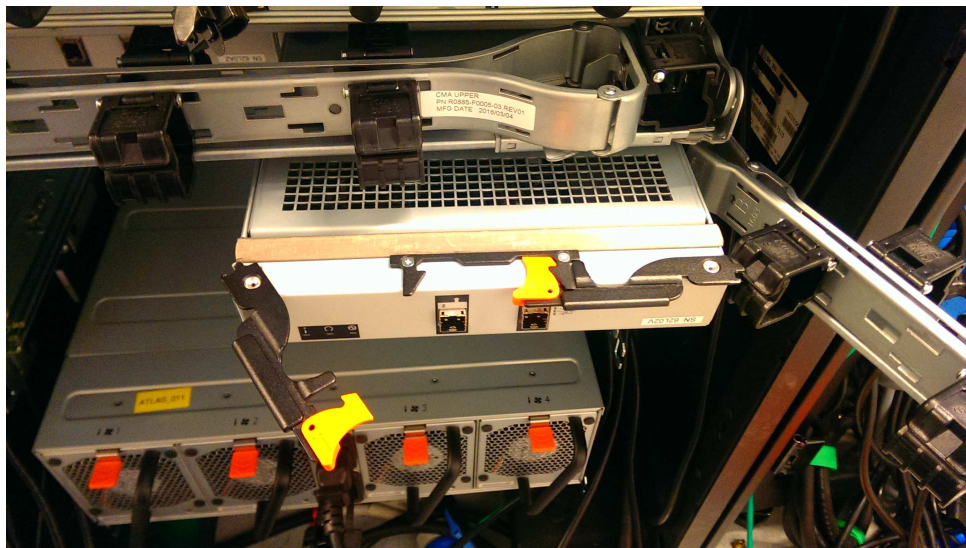

图 63. 安装扩展容器
1. 断开下部理线臂弯管的连接以将其移开，如第 72 页的图 63 中所示。
4. 在扩展容器完全插入后，向内旋转每一个手柄以将其锁定到位，如第 72 页的图 63 中所示。